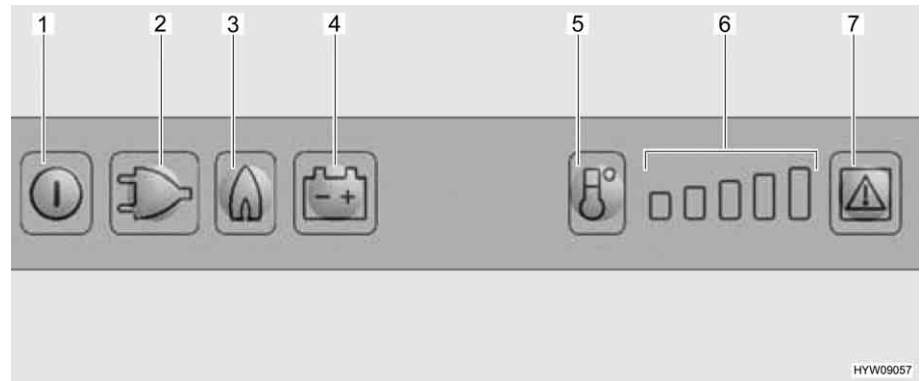

Bild 132 Bedienelemente für den Kühlschrank
- Taste Ein/Aus (Bild 132,1) etwa 2 Sekunden lang drücken. Der Kühlschrank schaltet sich ein. Die Taste der zuletzt gewählten Betriebsart leuchtet auf.
- Ggf. Taste für die Betriebsart "Gas" (Bild 132,3) drücken. Die Taste leuchtet auf. Die Gaszufuhr ist geöffnet. Der Zündvorgang erfolgt automatisch. Ein tickendes Geräusch ist hörbar, bis der Zündvorgang erfolgreich abgeschlossen ist.
- Kühltemperatur mit der Taste Temperaturstufenwahl (Bild 132,5) einstellen.
- Ggf. Taste Betriebsart "230 V" (Bild 132,2) drücken. Die Taste leuchtet auf.
12-V-Betrieb einschalten: ■ Taste Ein/Aus (Bild 132,1) etwa 2 Sekunden lang drücken. Der Kühlschrank schaltet sich ein. Die Taste der zuletzt gewählten Betriebsart leuchtet auf.
■ Ggf. Taste Betriebsart "12 V" (Bild 132,4) drücken. Die Taste leuchtet auf.
■ Kühltemperatur mit der Taste Temperaturstufenwahl (Bild 132,5) einstellen.